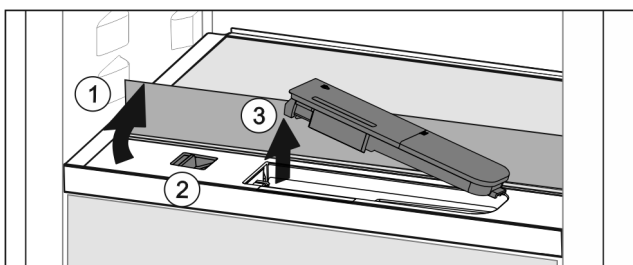

Fig. 43
- ▶ Підняти скляну панель і відкинути до упору назад Fig. 43 (1).
- ▶ Посуньте повзунок Fig. 43 (2) уліво.
- ▶ Вийняти бак для води Fig. 43 (3).